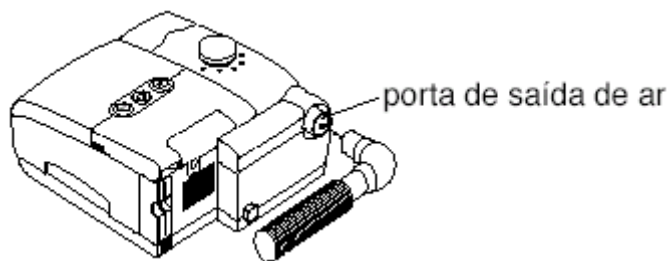

FIGURA 9: LIGAR O CIRCUITO DO PACIENTE
7. Ligue o suporte giratório, com a tubagem flexível ligada, a porta de saída de ar do Umidificador ou ligue a tubagem diretamente a porta de saída de ar. Consulte a Figura 9.